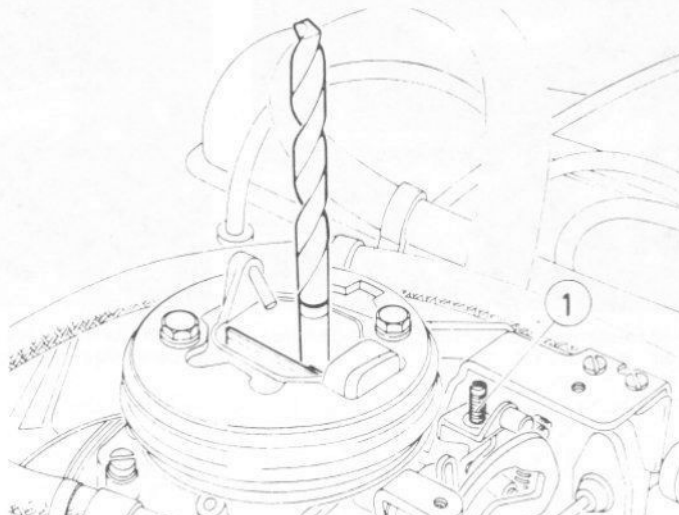

Fig. 13.36 Vis de réglage de l'OVAD (1) - carburateur Weber 36 TLC (Sec 8)
26 Utiliser un foret de 9,5 mm pour contrôler que le volet du starter s'est ouvert de cette distance - si nécessaire, le régler à l'aide de la vis (1) Fig. 13.36. S'il n'est pas possible de régler ainsi l'ouverture du volet à